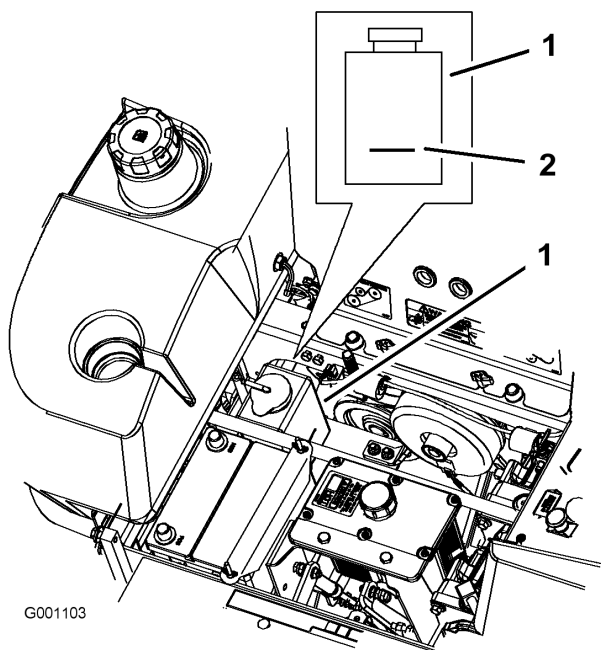

Figura 51
3. Con el motor frío, compruebe el nivel del depósito de expansión. El nivel de líquido debe llegar a la línea en relieve en el exterior del depósito de expansión (Figura 51).
4. Si el nivel de refrigerante es bajo, añada una mezcla al 50% de anticongelante de larga vida/Dex-Cool® y agua al depósito de expansión (Figura 51).
5. Añada la mezcla al 50% de refrigerante al depósito de expansión y llénelo hasta la línea marcada en el depósito (Figura 51).